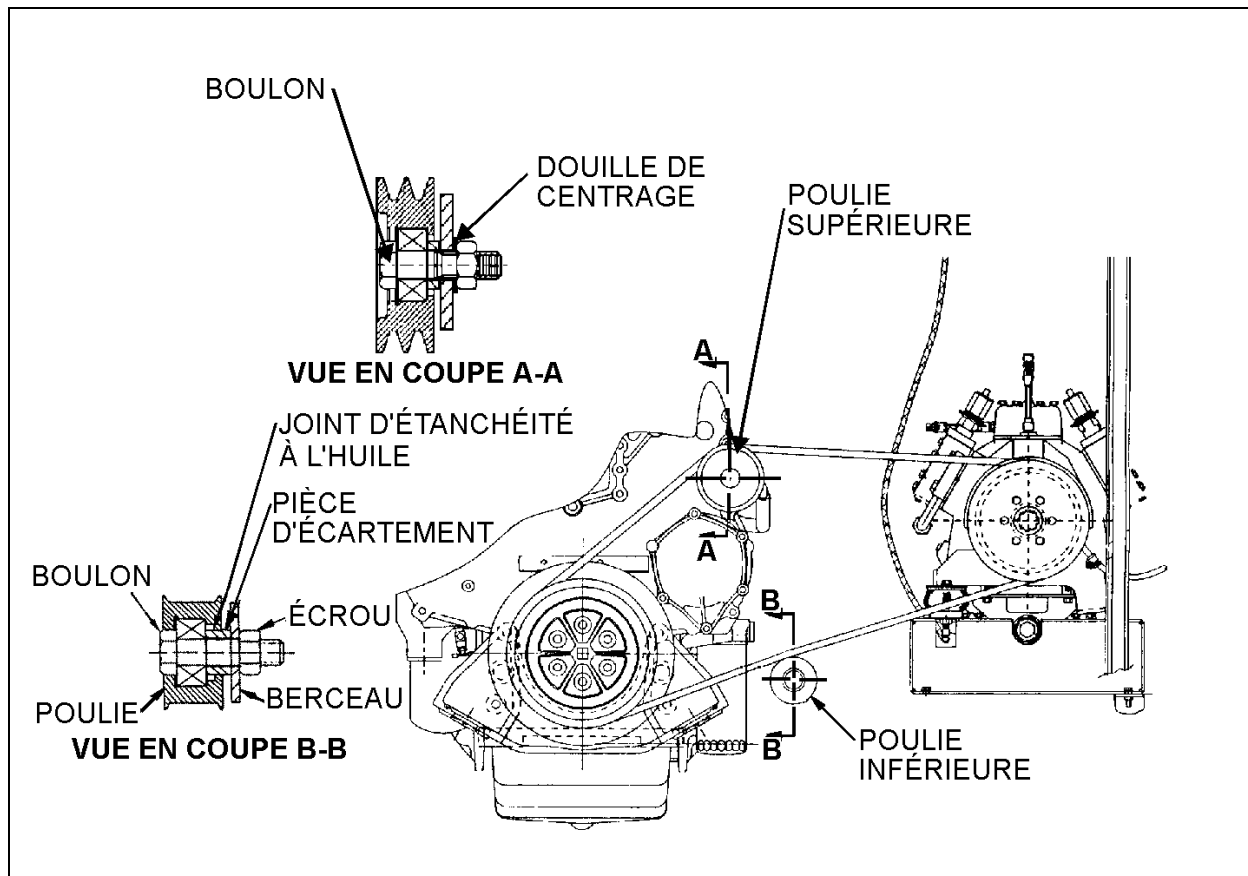

FIGURE 3: ENTRAÎNEMENT DU COMPRESSEUR D'A/C
1. Desserrer le boulon qui retient en place la poulie intermédiaire inférieure qui sert à tendre la courroie du compresseur d'A/C, démonter l'ensemble et conserver les pièces (voir fig. 3).
2. Installer la rondelle, la pièce d'écartement, le joint d'étanchéité à l'huile (Prévost #507360), l'ensemble de poulie (Prévost #052208) et finalement la rondelle puis fixer l'ensemble poulie sur le moteur à l'aide du boulon et de l'écrou (voir fig. 3).